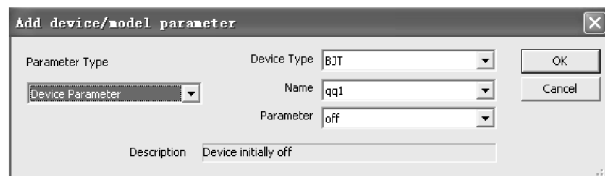

图 5-7 增加元器件/模型的参数对话框
1) Add device/model parameter 是在 Variables in circuit 栏内增加某个元器件/模型的参数。单击该按钮, 出现如图 5-7 所示的对话框。